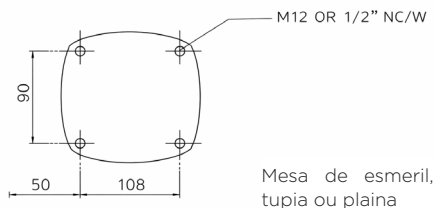

Fig. 3
- O suporte do braço da coluna pode ser fixado na posição mostrada (aprox. 1/2" / 12 mm 4 parafusos), conforme ilustrado na base da coluna. Fig. 3